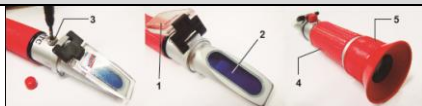

Fig. 1
Calibração: Abra a cobertura do prisma e coloque 02 gotas de solução padrão (favor referir-se ao item "Ajuste padrão"). Feche a cobertura do prisma. Aponte-o em direção a luz e caso a leitura exibida não esteja conforme a solução padrão utilizada faça a correção através do parafuso de correção (item 3, fig. 1).